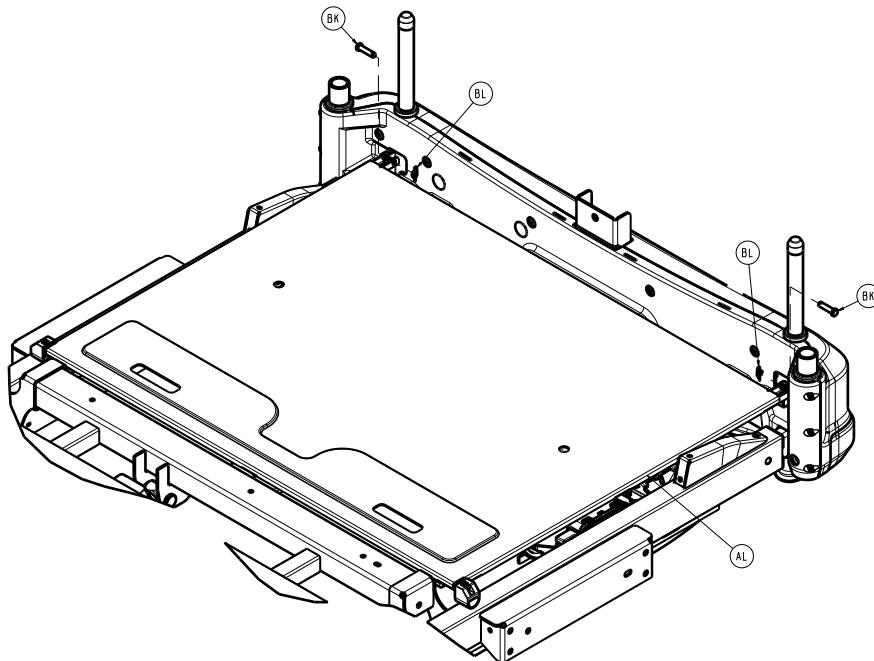

Figure 17 – Remplacement du couvercle
4. À l'aide d'une pince à becs fins, retirer les deux goupilles bête (BL) et les axes à épaulement (BK) qui fixent le bac du prolongateur de lit (AL) au châssis du pied (Figure 17). Conserver les goupilles bête et les axes à épaulement.